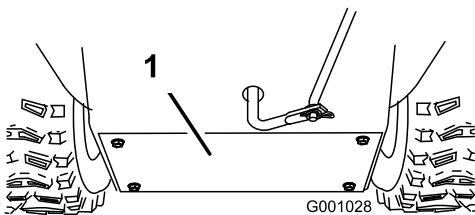

Figure 45
3. Déposez le couvercle arrière (Figure 45).